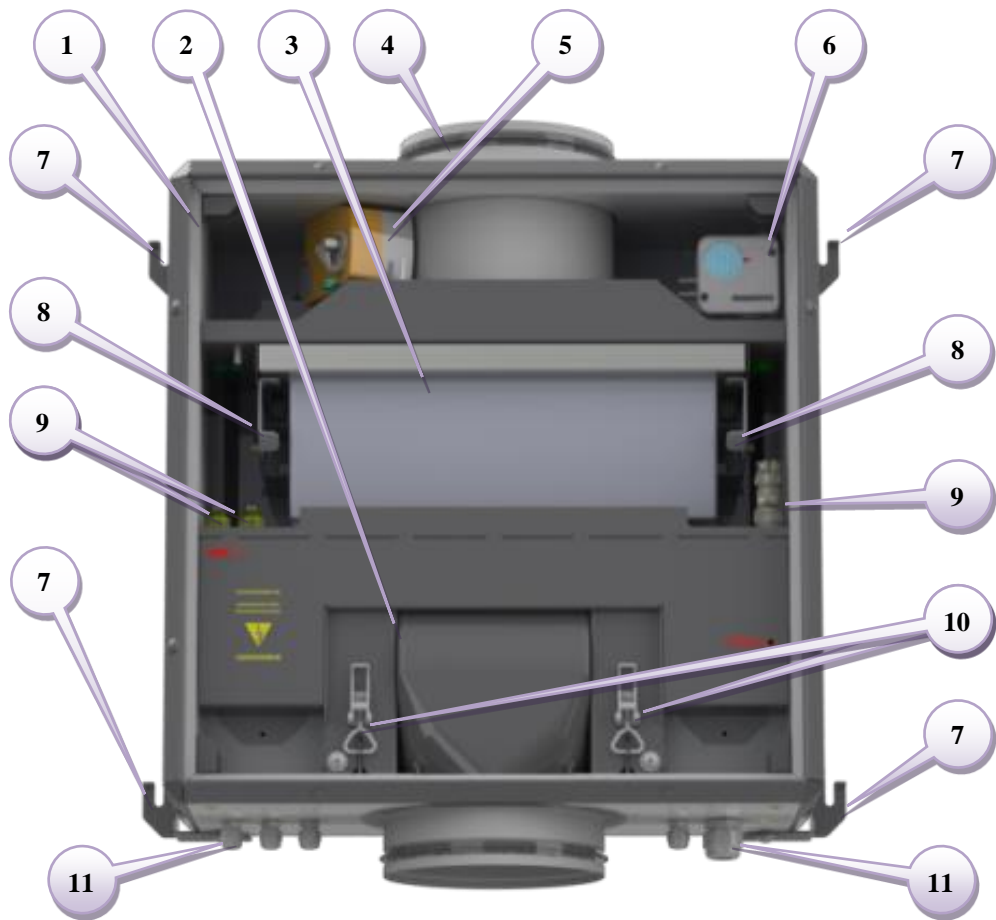

Рис. 1
Конструктивно установка (Рис. 1) представляет собой тепловлагозащищенный корпус (1) со съёмной с помощью 4-х замков крышкой.